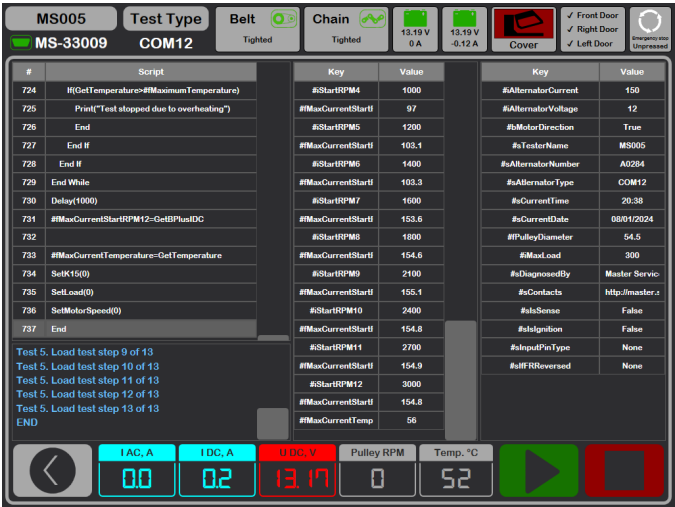

Рисунок 27. Меню режима автоматического теста
6. Для начала тесте в открывшемся окне (см. рис. 27) нажмите кнопку . Далее стенд сам проведёт все проверки согласно выбранному скрипту. В случае необходимости процесс теста можно прервать кнопкой .